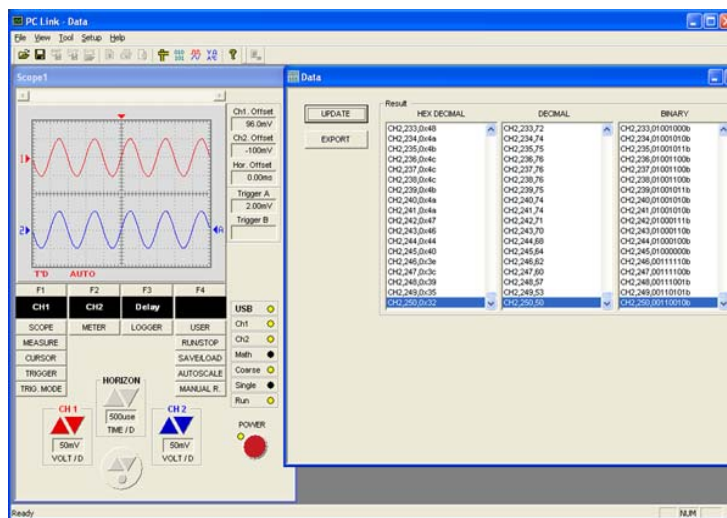

図 14 波形データ・ウィンドー
- 1 波形データ・ウィンドーを有効するには、ツールバーの  をクリックし、またはツールのドロップダウン・メニューで **Data** を選択します。図 14 で示すように、波形データ・ウィンドーが現れます。